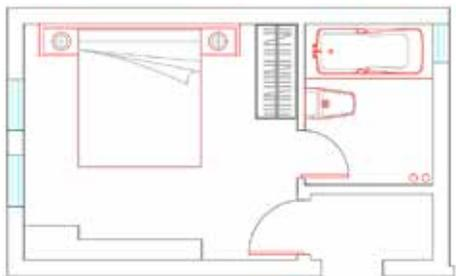

图 2-19
STEP 19 执行“插入块”命令，在弹出的“插入”对话框中单击“浏览”按钮，选择马桶，插入马桶模型，执行“旋转”“移动”命令，调整马桶位置，如图 2-19 所示。